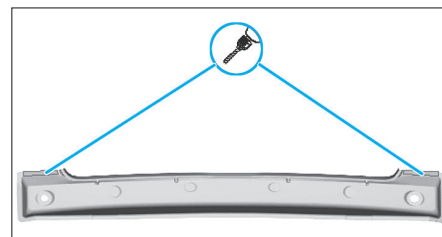

FIG. 149
- Percer des trous de 7 mm de diamètre par bouchonnage (Fig.149).